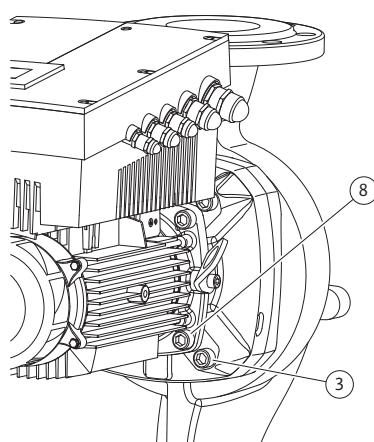

Fig. 52: Moottori-juoksupyöräyksikön vaihtoehtoinen kiinnitys
11. Avaa ruuvit (Fig. 7, pos. 3) ja poista ne. Pumpun tyyppistä riippuen on poistettava ulommat ruuvit (Fig. 52, pos. 3). Moottori-juoksupyöräyksikkö (katso Fig. 13) jää ruuvien poistamisen jälkeen pumpun pesään, eikä moottoriakselin vaakasuorassa asennuksakaan ole kaatumisvaaraa.
22. Työnnä tiivistelaippa varovasti akselin yli ja asemoi se vanhaan tai johonkin toiseen haluttuun kulma-asentoon moottorilaippaan nähdien. Kiinnitä tässä huomiota komponenttien sallittuihin asennusasentoihin (katso luku 7.1 "Sallitut asennusasennot ja komponenttien sijoituksen muutokset ennen asennusta" sivulla 81). Kiinnitä tiivistelaippa ruuveilla (Fig. 7, pos. 10) **tai** – pumpun/tiivistelaipan tyypistä riippuen (Fig. 52) – ruuveilla (Fig. 52, pos. 8) moottorilaippaan.